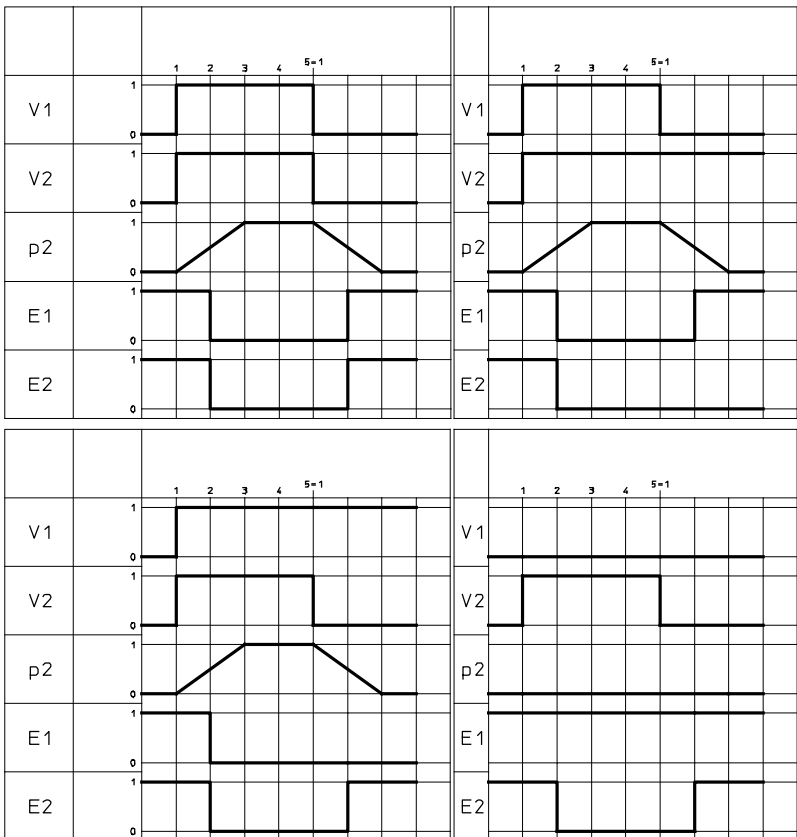
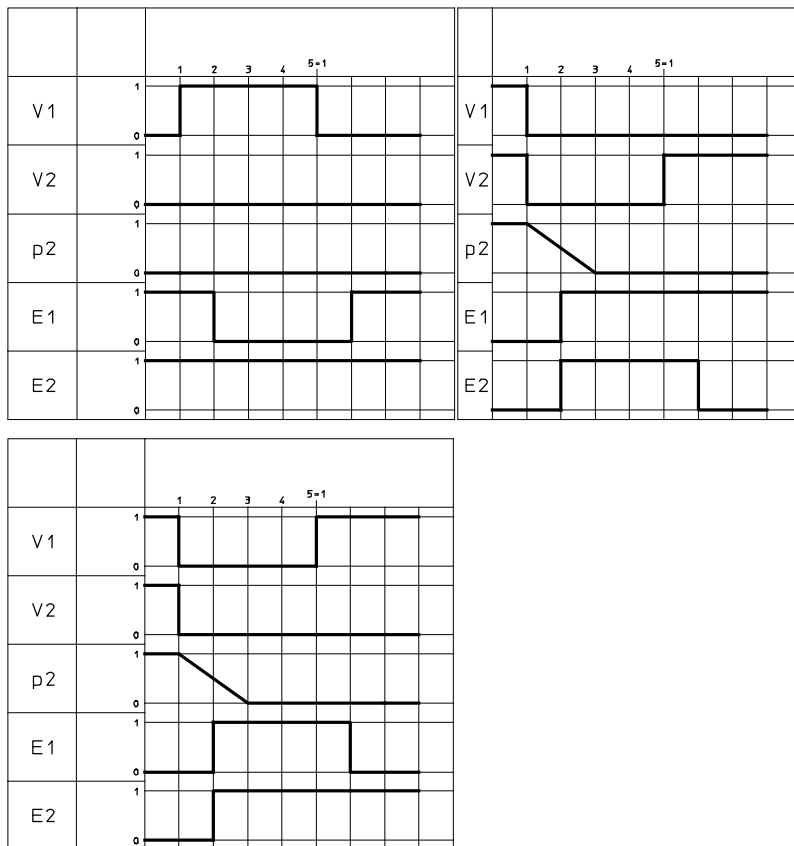

Fig. 7 Funktionstest, Schritte 1 bis 4
Fig. 8 Funktionstest, Schritte 5 bis 7
3. Alle Schaltstellungskombinationen der beiden 5/2-Wege-Magnetventile V1 und V2 des Steuerblocks prüfen sowie die Signale der Näherungsschalter E1 und E2 (hier: PNP-Näherungsschalter) mit Hilfe der folgenden Schrittabfolgen (→ Fig. 7 ... Fig. 8).